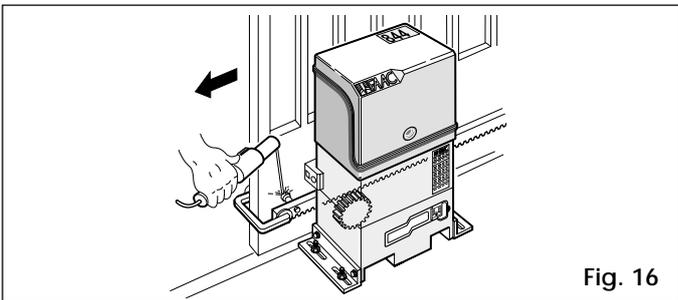

Fig. 16
- 3) Apoyar en el piñón el primer tramo de cremallera, correctamente nivelado, y soldar el pitón roscado a la cancela como se ilustra en la Fig. 16.